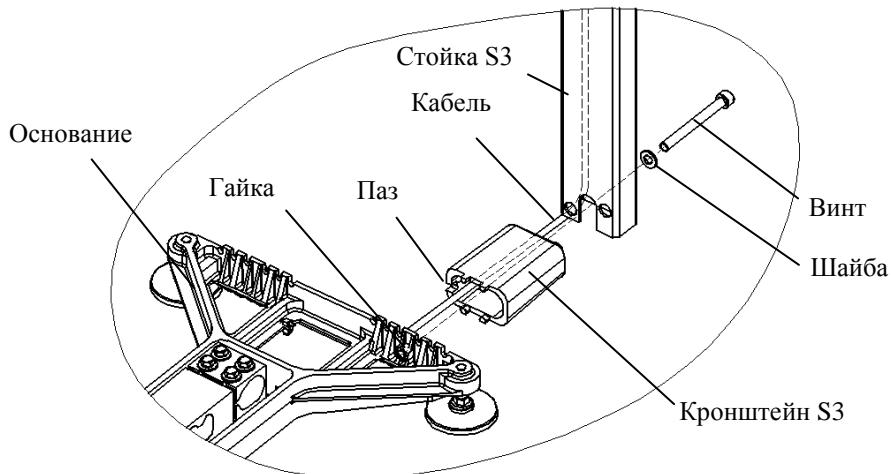

Рис. 6.3 - Крепление прямоугольной стойки
- Протянуть кабель весовой платформы через кронштейн и стойку (см. Рис. 6.3). Кабель должен входить в паз кронштейна.